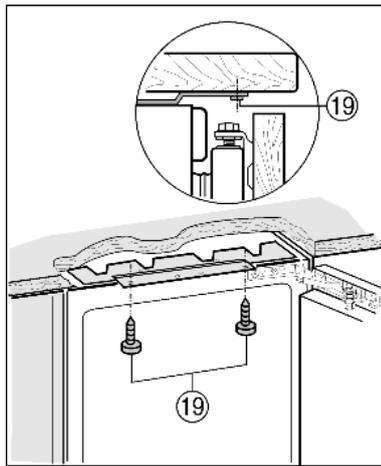

Fig. 13
- ▶ Avvitare con viti lunghe per truciolare Fig. 13 (19) in alto.